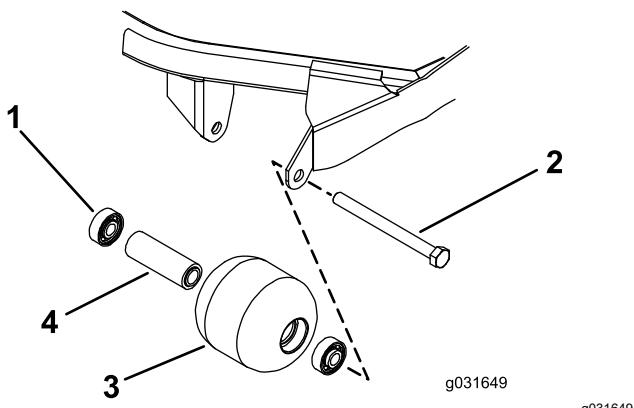

Figura 69
1. Retire o parafuso de montagem do rolo (Figura 69).
4. Verifique se a estrutura dos rolamentos, os rolamentos e o espaçador de rolamentos estão danificados (Figura 69).
1. Empurre só a calha externa ou, então, exerça o mesmo tipo de pressão nas calhas interna e externa, e empurre o primeiro rolamento para a estrutura do rolamento (Figura 69).
2. Coloque o espaçador (Figura 69)
3. Empurre só a calha externa ou, então, exerça o mesmo tipo de pressão nas calhas interna e externa, e empurre o segundo rolamento para a estrutura do rolamento até entrar em contacto com o espaçador (Figura 69).